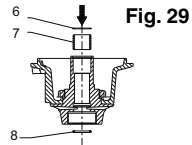

Fig. 29
- Remount the new parts: the upper bearing (7), the securing ring (6), and the O-ring (8) (Fig. 29).
- Remonter (pièces neuves), le palier haut (7), le circlips (6), et le joint torique (8) (Fig. 29).
- Montieren Sie die neuen Teile: das obere Lager (7), den Sicherungsring (6), und den O-Ring (8) (Abb. 29).
- Volver a montar (piezas nuevas), el casquillo alto (7), el circlip (6), y la junta tórica (8) (Fig. 29).